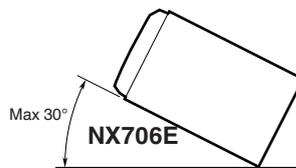

Figura 2
- Installare l'unità entro 30° rispetto al piano orizzontale. (Figura 2)